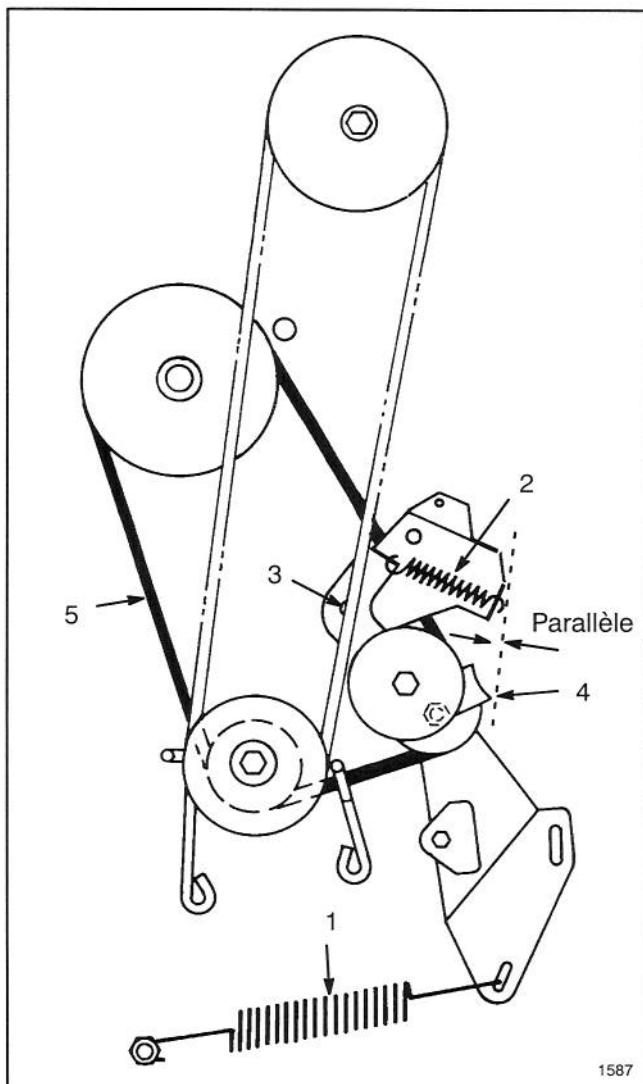

Figure 19
7. Décrocher le grand ressort de traction de sa vis de fixation (Fig. 19). Faire attention car le ressort est fortement tendu.
8. Décrocher le ressort de renvoi du support de poulie de renvoi (Fig. 19).
9. Retirer avec sa rondelle le contre-écrou fixant le support de poulie de renvoi au châssis, et déposer le support (Fig. 19).
10. Desserrer le contre-écrou sur la poulie pour pouvoir retirer le guide de courroie (Fig. 19), et retirer la courroie de toutes les poulies.
- Remarque:** En remontant le guide de courroie sur la poulie de renvoi, s'assurer que le bord du guide de courroie soit parallèle au châssis, comme illustré à la figure 19.